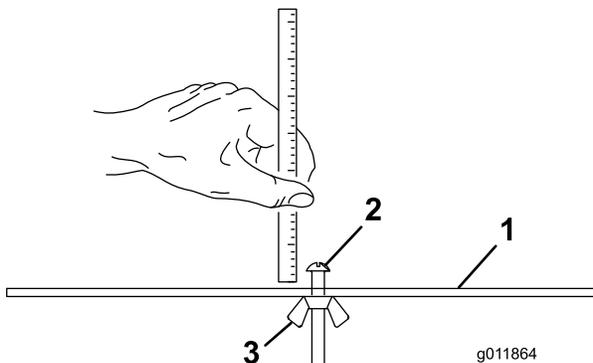

Bild 17
2. Lösen Sie die Mutter an der Messlehre (Bild 17) und stellen die Stellschraube auf die gewünschte Schnitthöhe ein.